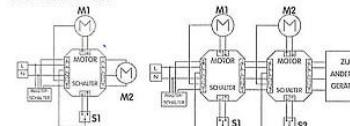

Abbildung 2
- Gemäß Abbildung 2 kann eine beliebige Anzahl Relais an den Bildschirm angeschlossen werden. Dürfen die Stromwerte des Motors max. 8A betragen.